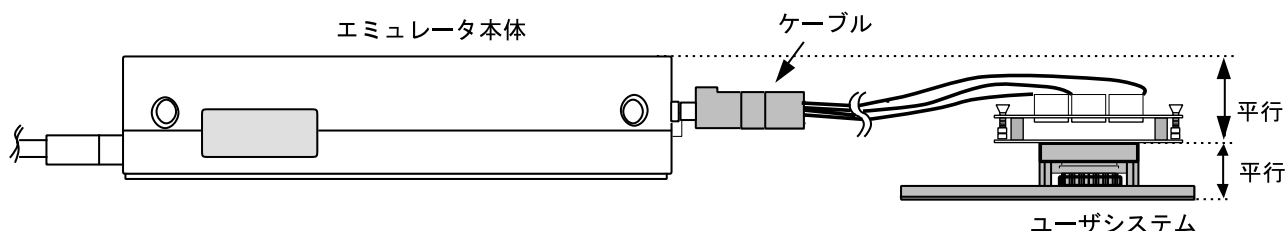

図10 設置例
- (1) ユーザシステムへの接続時には1ピン位置に十分注意して、誤接続は絶対にしないでください。
- (2) 本ユーザシステムインタフェースケーブルを使用する場合の推奨マウントパッド寸法は、MCU 実装用マウントパッド寸法とは異なりますので注意してください。
- (3) 本ユーザシステムインタフェースケーブルは、HS2148EPI61H エミュレータ専用ですので、他のエミュレータ本体には使用しないでください。
- (4) ケーブル本体部が断線する可能性がありますので、本ユーザシステムインタフェースケーブルの上に重いものや金属等の角の尖ったものを置かないでください。
- (5) ユーザシステムに接続した状態では、ユーザシステムインタフェースケーブル、特にケーブル先端部に無理な力が加わらないように注意する必要があります。図10の設置例を参照してご使用ください。